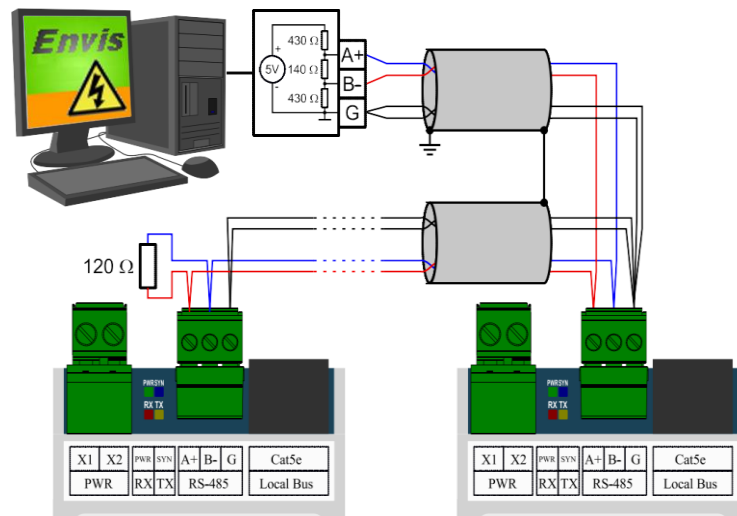

Abbildung 4: Verbinden von Geräten des Typs MMU 3 über RS-485-Kommunikationsleitungen
RS-485 Diese Schnittstelle wird üblicherweise verwendet, um aktuelle Werte, archivierte Datensätze und Geräteeinstellungen im Fernzugriff auszulesen. Die serielle RS-485-Leitung verwendet die Signalanschlüsse A+, B- und G auf den durch RS-485 beschriebenen Anschlüssen (Abb. 4). Die Enden der Kommunikationsleitung müssen mit dem spezifizierten Widerstand abgeschlossen werden. Bei gängigen Anwendungen (Kabellänge bis 100 Meter, Kommunikationsgeschwindigkeit bis 9600 Bd) ist die Auswahl des Kabeltyps unkritisch. Es ist möglich, praktisch ein beliebiges abgeschirmtes Kabel mit zwei Adernpaaren zu verwenden und die Abschirmung an einem einzigen Punkt mit dem Schutzleiter (PE) zu verbinden. Bei Kabellängen von mehr als 100 m oder bei höherer Kommunikationsgeschwindigkeit (ca. 20 kbit/s) empfiehlt es sich, ein abgeschirmtes Kommunikationskabel mit verdrehten Adernpaaren (sog. „Twisted Pairs“) zu verwenden, das einen definierten Widerstand hat (üblicherweise ca. 100 Ω). Dabei werden die Signale A und B über ein Adernpaar geführt, das Signal G durch das andere Adernpaar. Die RS-485-Schnittstelle erfordert eine Terminierung der Endknoten durch Abschlusswiderstände, insbesondere bei höheren Kommunikationsgeschwindigkeiten und größeren Entfernungen. Abschlusswiderstände werden nur an den Endpunkten der Leitung installiert (z. B. einer am PC und einer an dem am weitesten entfernten Gerät). Sie werden zwischen den Klemmen A und B angeschlossen. Ein typischer Wert des Abschlusswiderstands ist 120 Ω .